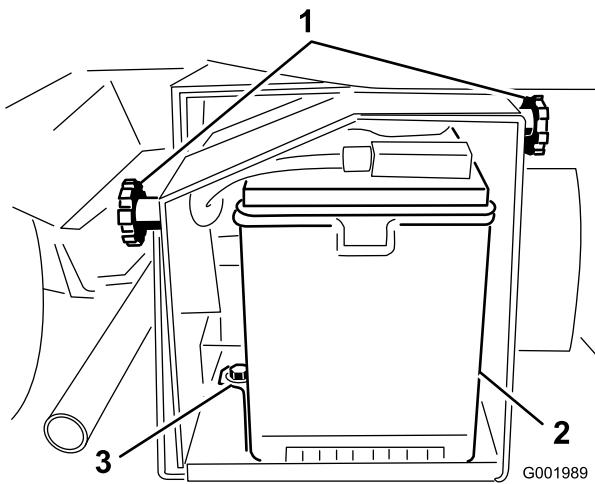

図 53
2. バッテリー・ボックスのノブ(図 53)をゆるめ、カバーを外す。
5. バッテリー・リテーナと固定金具を外す(図 53)。
2. バッテリー押さえを元通りに取り付ける(図 53)。
4. バッテリーカバーを元どおりに取り付けノブで固定する(図 53)。
1. バッテリー・ボックスのノブ(図 53)をゆるめ、カバーを外す。